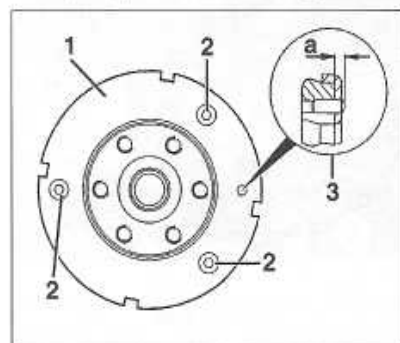

FIGURE 1-32
- Contrôler le dépassement du pion de centrage de la cible par rapport à cette dernière (figure 1-32).